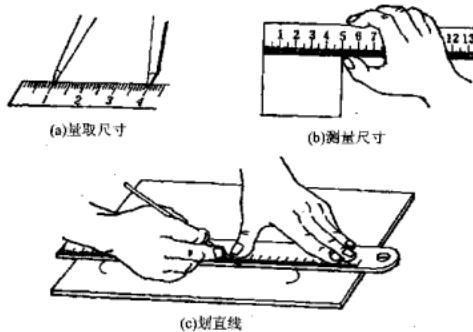

图1-2-3 钢直尺的使用
(1) 钢直尺 钢直尺是一种简单的尺寸量具。在尺面上刻有尺寸刻线，最小刻线距为0.5mm，它的长度规格有150mm、300mm、1000mm等多种。主要用来量取尺寸、测量工件、也可作划直线时的导向工具(见图1-2-3)。